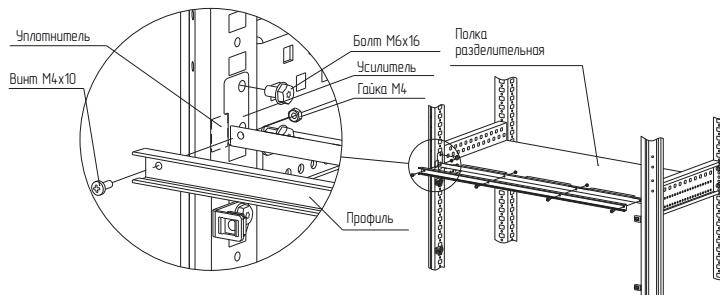
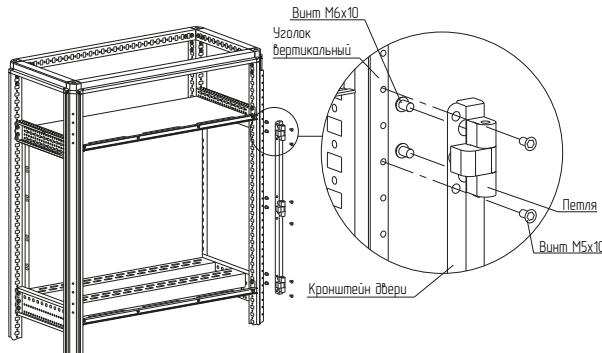

Рисунок 1
Рисунок 2
4.1.2 Установить усилитель между стойками каркаса (рисунок 2) и закрепить болтами самонарезающими M6×16, момент затяжки – 7 Н·м. При установке совместно с полкой разделятельной, усилитель надеть на переднюю часть полки. Наклеить уплотнитель (рисунок 1) и прикрепить профиль к усилителю комплектом винтов M4×10 и гаек M4 с моментом затяжки – 1,5 Н·м.
4.1.3 Закрепить петли на кронштейне двери винтами M6×10. Момент затяжки – 7 Н·м (рисунок 2).